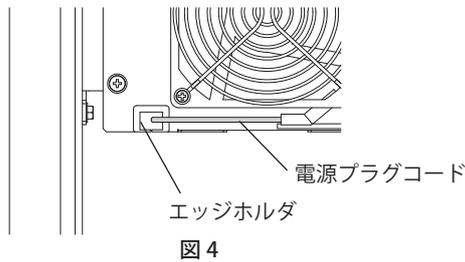

図4
2. 電源プラグコードをエッジホルダに差込んでください。(図4)